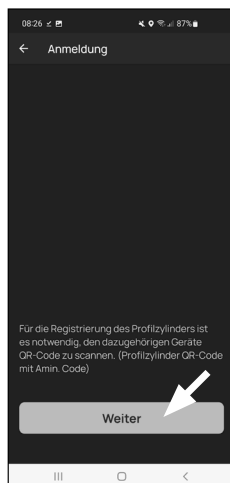

Fig. 3
- 3 Vous êtes invité à scanner le code QR fourni pour le cylindre, à l'aide de la caméra du smartphone (Fig. 3). Le code QR se trouve sur l'autocollant joint à l'emballage (Fig. 4).
- 4 Appuyez sur « Continuer » (Fig. 3). Il se peut que vous soyez invité à confirmer l'accès de l'application à la caméra.